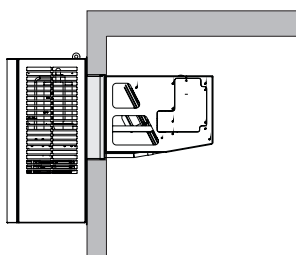

Fig. 1.2.2.e
E) FISSARE il monoblocco alla parete mediante le staffe presenti a corredo (Fig.1.2.2.f). Il fissaggio del monoblocco alla parete sarà effettuato tramite viti.